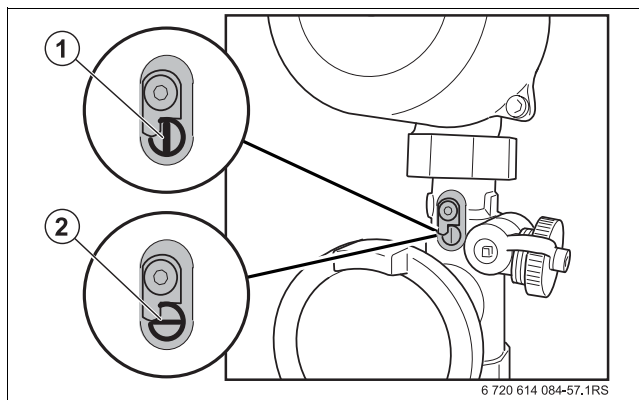

Fig. 52 Supapă de refulare
- ▶ Închideți din nou supapa de refulare după ce instalația de încălzire este complet golită (→ fig. 52, [2]).